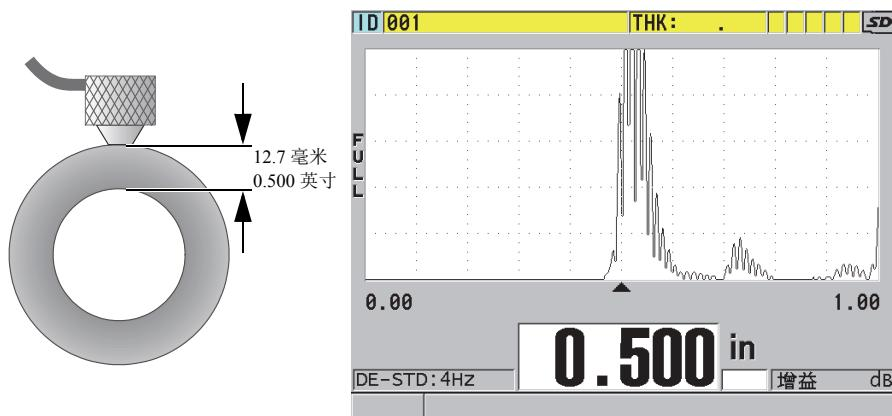

图 5-9 耦合双晶探头; 读出测量厚度值
2. 施用中度到较强的力度, 将探头端部耦合到被测材料的表面, 并尽可能使探头平放在材料表面 (参见第 70 页的图 5-9)。